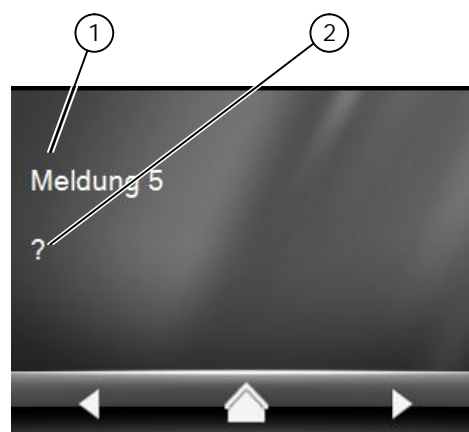

Abb. 29. Meldung bei undefiniertem Zustand (Beispiel)
- Falls die Abfrage des Objektwertes fehlschlägt wird, bis ein entsprechendes Busteleggramm eintrifft, die Meldung für einen undefinierten Zustand ausgegeben. Die Meldung enthält den Kanalnamen als Kopfzeile und ? als Meldungstext (Abb. 29).